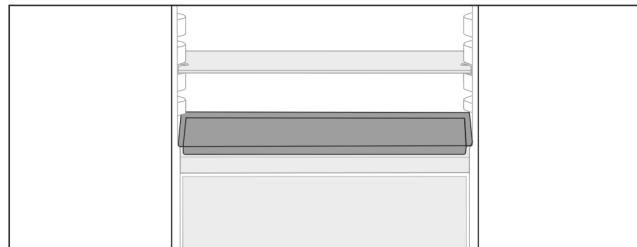

Fig. 126
Над выдвижными ящиками есть место для противня Fig. 126 (7).